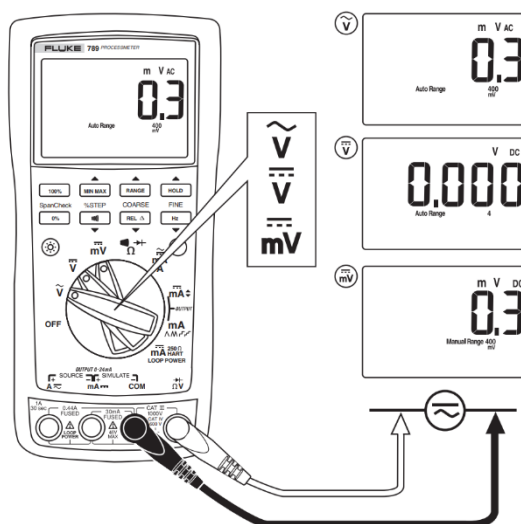

Figura 3. Medición de voltaje usando el multímetro.
1. Gire el dial y seleccione la función de voltaje **V_{AC}** (CA o V~) o **V_{DC}** (CC o V=) que requiera usar (figura 3).